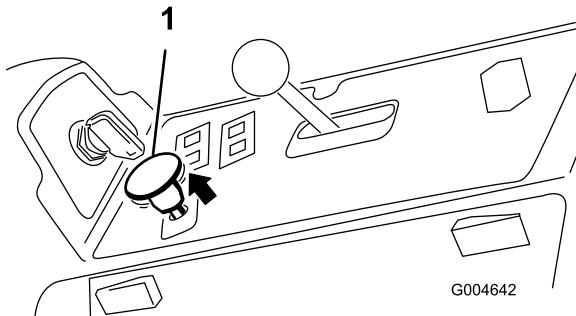

Figura 20
3. Tire del mando de la toma de fuerza para engranarla (Figura 20).